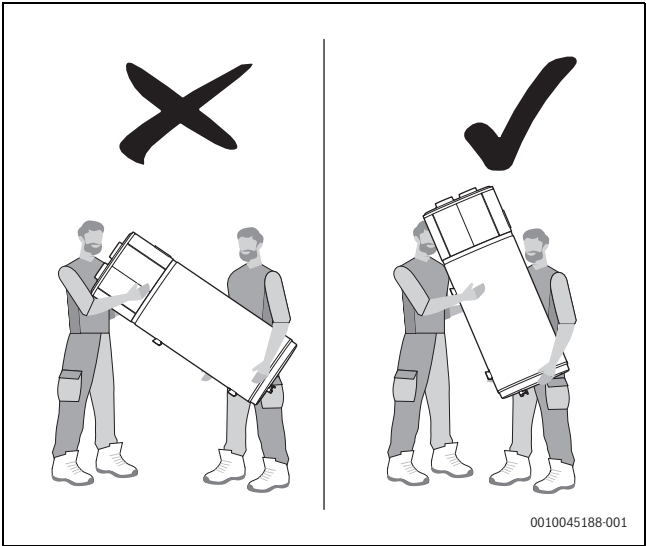

Fig. 8
- ▶ No sujetar el aparato por los paneles superiores (fig. 8).